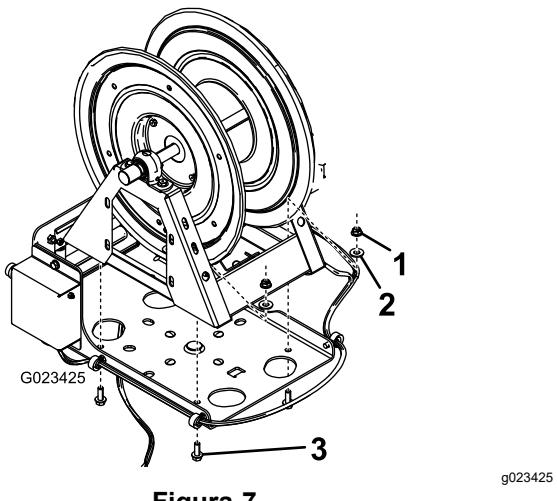

Figura 7
7. Fissate l'avvolgitubo alla parte girevole utilizzando 4 bulloni corti ($\frac{3}{8}$ "), 4 rondelle piccole e 4 dadi flangiati (3/8 poll.) come mostrato in Figura 7.